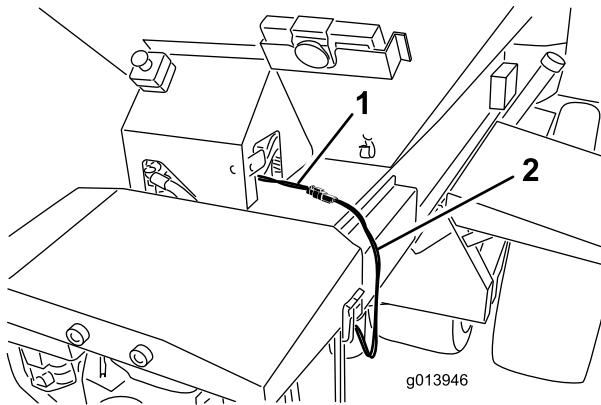
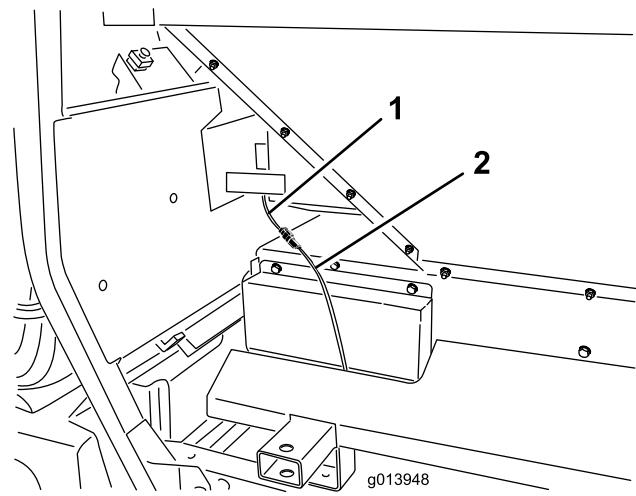

図 18
図 19
45. 中間ワイヤハーネスを、プロパスの電源ワイヤハーネスのコネクタに接続する（図 18 または 図 19）。